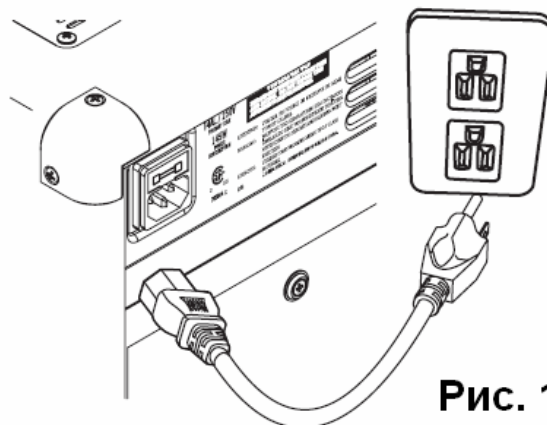

Рис. 1
1) Перед началом эксплуатации внимательно прочитайте инструкции по безопасности. Подключите прилагаемый сетевой кабель к розетке питания (убедитесь, что напряжение соответствует параметрам устройства) (рис.1).